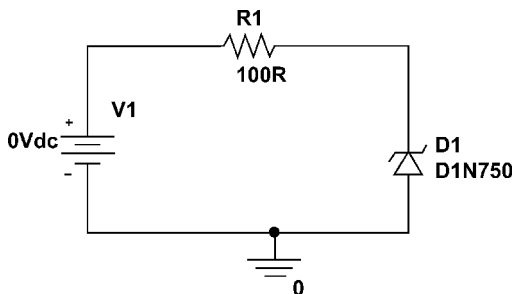

图 16.15 验证齐纳二极管的击穿电压
1. 创建名称为 zener_diode 的仿真项目，然后绘制如图 16.15 所示的电路图。齐纳二极管的稳压值为 4.7V，该稳压管可以从 eval 或者 diode 元件库中进行选取。